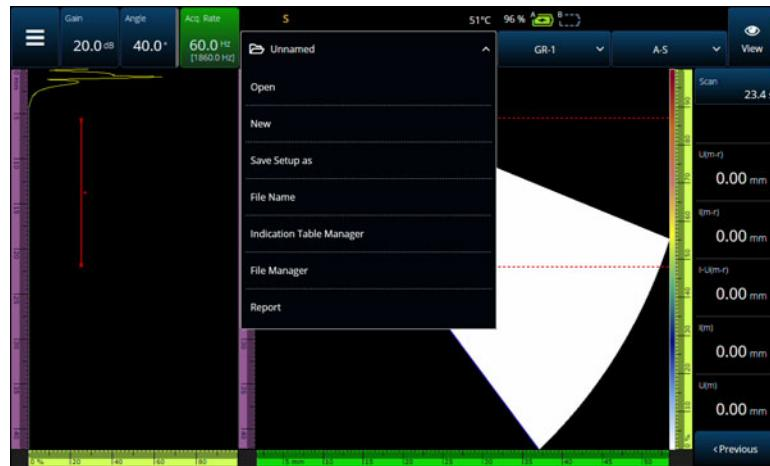
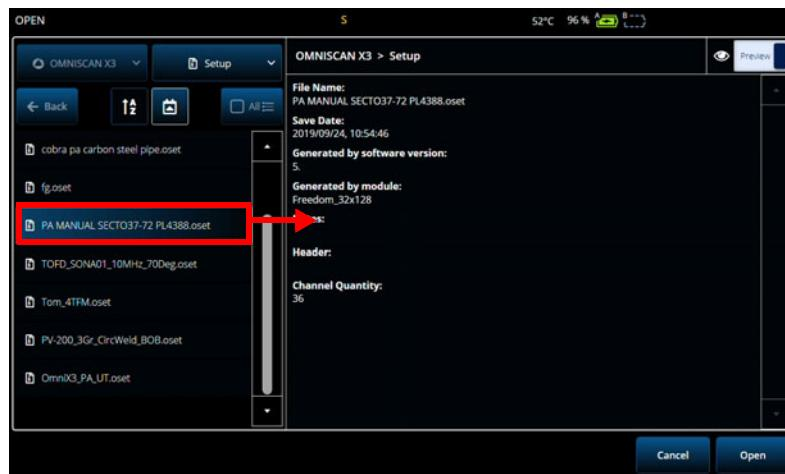

図 6-1 File（ファイル）メニュー
図 6-2 Open (開く) メニュー
探傷の設定とデータはファイルを使用して保存および整理し、レポートにまとめます。File（ファイル）メニューを使用すると、各種のファイルパラメーター、Report（レポート）ツール、File Manager（ファイルマネージャ）にアクセスできます（205ページの図 6-1）。
- ・ 設定ファイルを保存するには、**File (ファイル)** メニューで **Save Setup As (設定ファイル保存)** を選択します（205ページの図 6-1）。
- ・ ファイルを開くには、**File (ファイル)** メニューで **Open (開く)** を選択し（205ページの図 6-1）、ファイルが置かれているディレクトリを選択します。ファイルタイプを選択して、設定ファイルまたはデータファイルを開くことができます。**Filter (フィルター)** アイコンを使用してファイルをアルファベット順や日付順にしたり、選択したファイルをプレビューしたりすることもできます（206ページの図 6-2）。